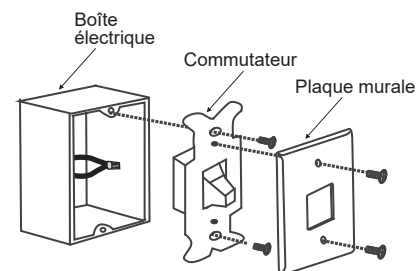

Fig. 23
Étape 1. Retirez la plaque murale existante et l'ancien interrupteur du boîtier de prise murale. Câblez les fils NOIR (chauds) ensemble et repoussez-les à l'intérieur de la boîte de sortie. (Fig.23)